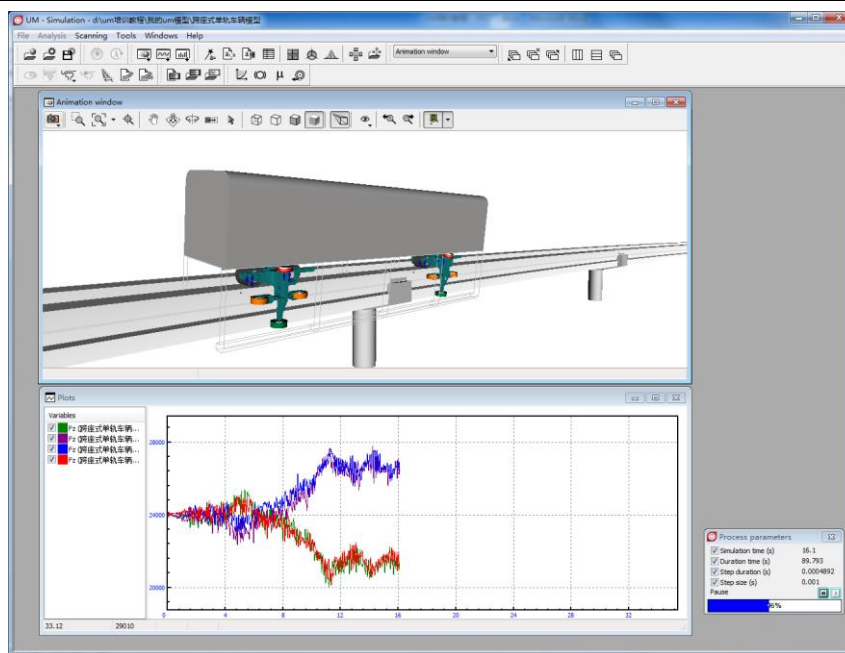

图 3-110
- 22) 仿真过程如图 3-110，如果将动画窗口最小化，计算会非常快。